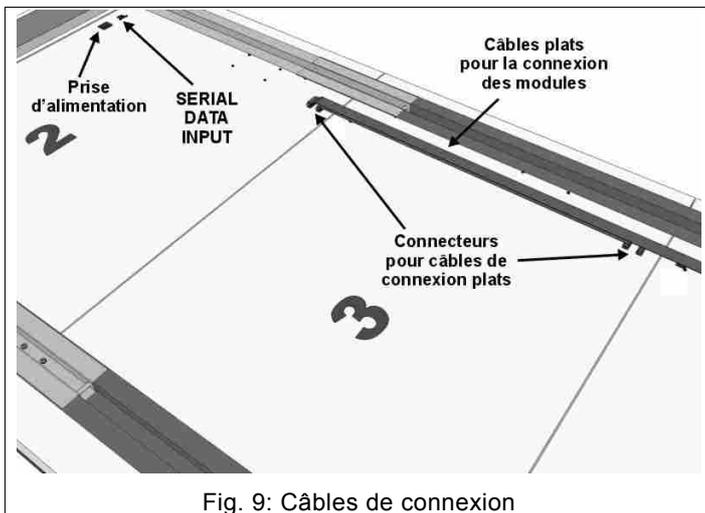
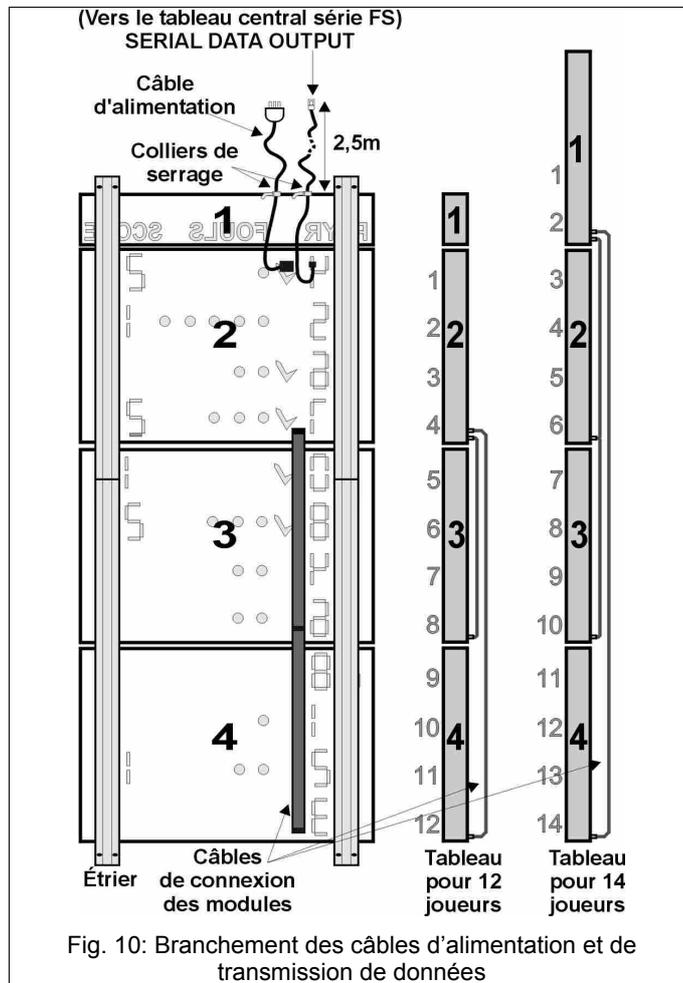

Fig. 9: Câbles de connexion
Fig. 10: Branchement des câbles d'alimentation et de transmission de données
Après avoir assemblé les modules d'un tableau avec les étriers, il est possible d'effectuer la connexion électrique de ces derniers. Au verso des modules du tableau sont montés les connecteurs suivants (Fig. 9):
1. Connectez le module supérieur à chacun des autres modules du tableau (Fig. 9, Fig. 10) en utilisant les câbles plats.
2. Branchez le câble d'alimentation sur la prise correspondante et fixez l'autre bout du câble sur la partie supérieure du panneau (Fig. 10) avec le collier de serrage; ceci permet d'accéder facilement à la fiche d'alimentation au-dessus du tableau, lorsque ce dernier est fixé au mur.
3. Chaque afficheur des fautes-score des joueurs est livré avec un câble de 3 m de long, qui doit être branché sur le connecteur "SERIAL DATA INPUT"; laissez environ 2,5 m de câble libres et fixez-le sur la partie supérieur du tableau avec le collier de serrage (Fig. 10). Ceci permet de connecter le câble de données série facilement après la fixation du tableau au mur.